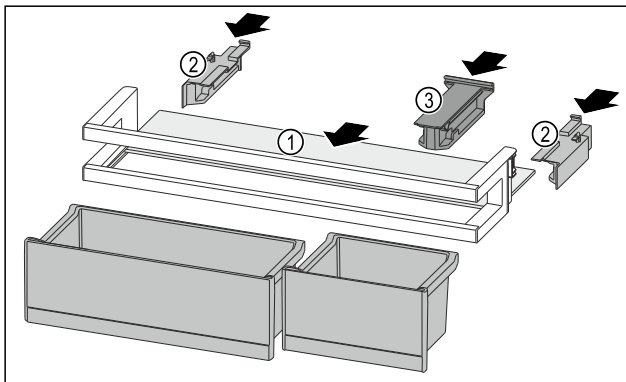

Fig. 87
- Abstellfläche Fig. 87 (1) in die seitlichen Einsparungen einschieben.
- Seitenteile Fig. 87 (2) einsetzen.
- Halteteil Fig. 87 (3) einsetzen.